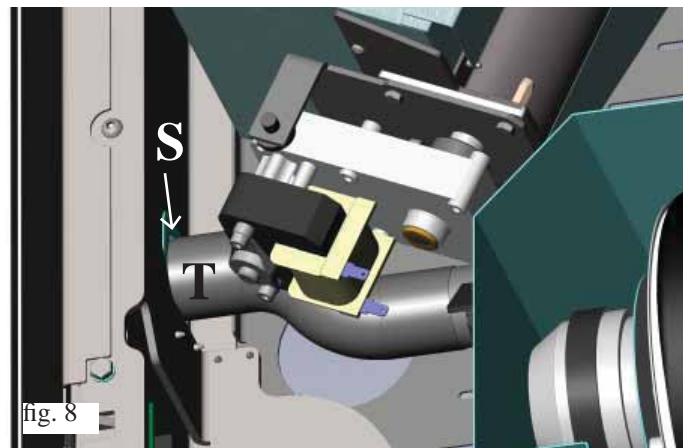

fig. 8
Ouvrir le petit volet gauche (fig.8), extraire le tuyau flexible (T) de son support (S) et le faire passer à travers le trou (U) présent sur le panneau arrière du poêle.